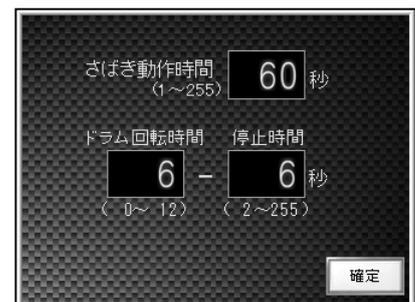

図 7-23
- ・ **回転停止 6-6** …… 本脱水後のさばき動作での動作時間とドラム正逆回転時間、ドラム停止時間を設定します。(図 7-23)